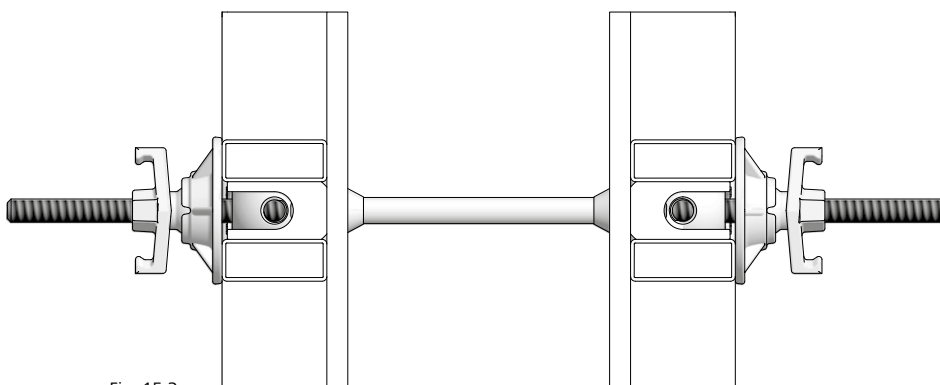

Fig. 15.3
- Ancrage bilatéral avec tige filetée DW et entretoise (Fig. 15.3)